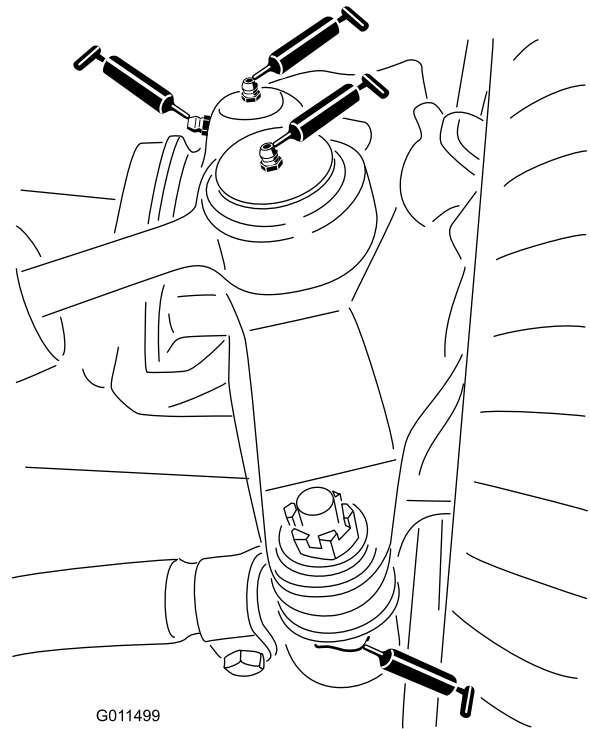

Figura 38
- Rótulas de los cilindros de dirección (2) (Figura 38)
- Rótulas de las barras de acoplamiento (2) (Figura 38)
- Casquillos de los pivotes de dirección (2) (Figura 38).